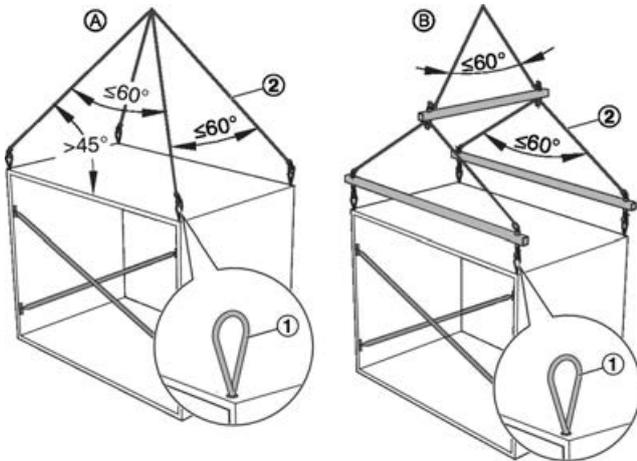

Abb. 6: Krantransport an Seilösen
- Die Anschlagmittel (Abb. 6 /2) an den Seilösen einhängen.
- ① Anschlagpunkt Seilöse
- ② Anschlagmittel
- Alle Seilösen (Abb. 6 /1) vollständig in alle Gewindebohrungen einschrauben.